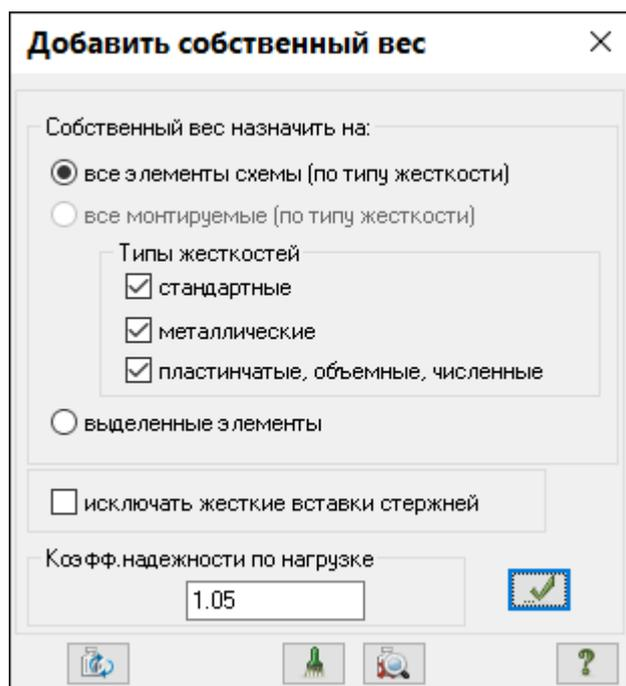

Рис.12.20. Диалоговое окно **Добавить собственный вес**
- Щелчком по кнопке  – **Добавить собственный вес** (панель **Нагрузки** на вкладке **Создание и редактирование**) вызовите диалоговое окно **Добавить собственный вес** (рис.12.20).